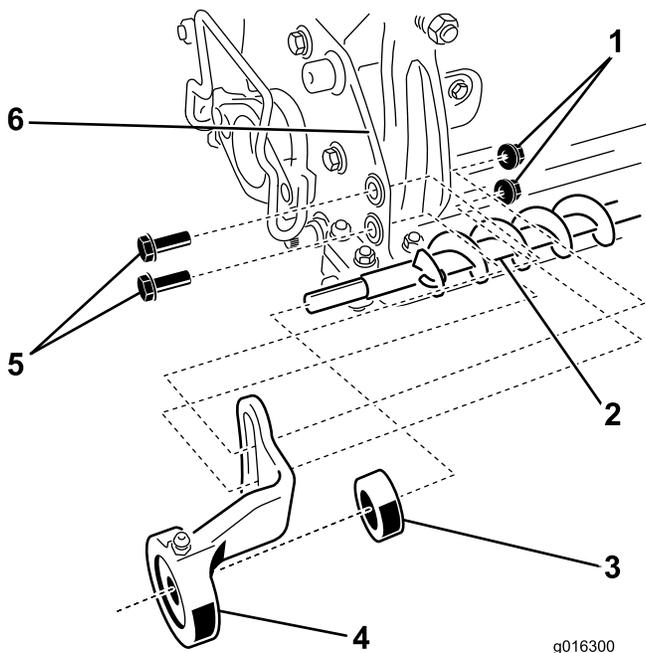

Figura 7
- No terminal livre do eixo das escovas, empurre o outro anel de fixação até à ombreira, seguido do apoio da escova esquerda; consulte a Figura 7.
C. Fixe o apoio da escova esquerda ao interior da placa lateral da unidade de corte com dois parafusos sextavados e duas porcas flangeadas (Figura 7).